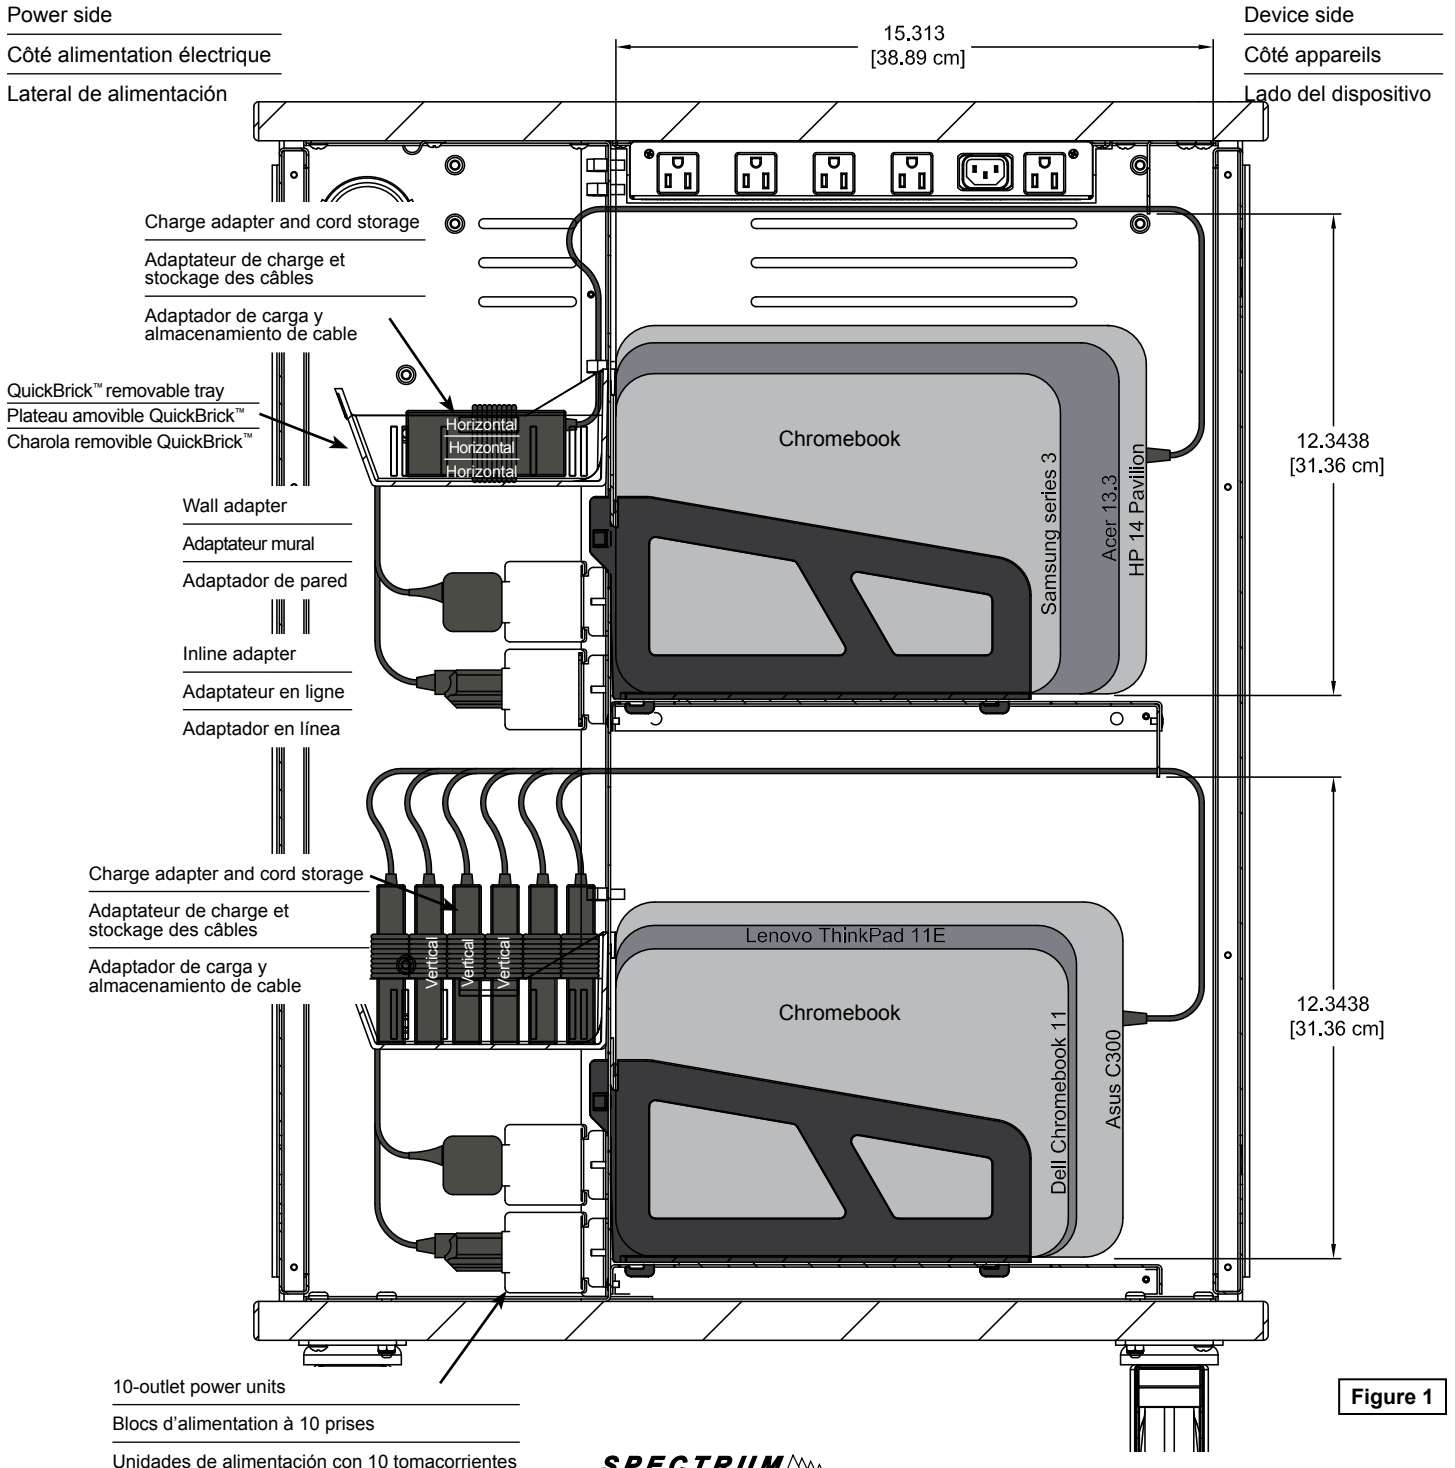

Figure 1
2. Place up to 40 Chromebooks into the cart. **Figure 1.**
2. Placez les ordinateurs Chromebook (40 au maximum) dans la classe mobile. **Figure 1.**
2. Coloque hasta 40 Chromebooks en el carro. **Ilustración 1.**